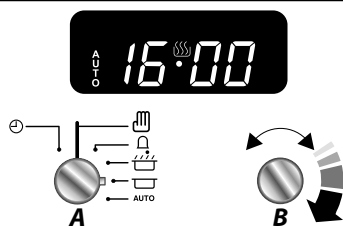

Fig. 3.9
5. Tournez le bouton du Programmateur (**A**) sur la position Auto (**H**) (**Fig. 3.9**). Si l'écran affiche l'heure en cours et AUTO, cela indique qu'une programmation a été définie (heure d'allumage et heure d'extinction).